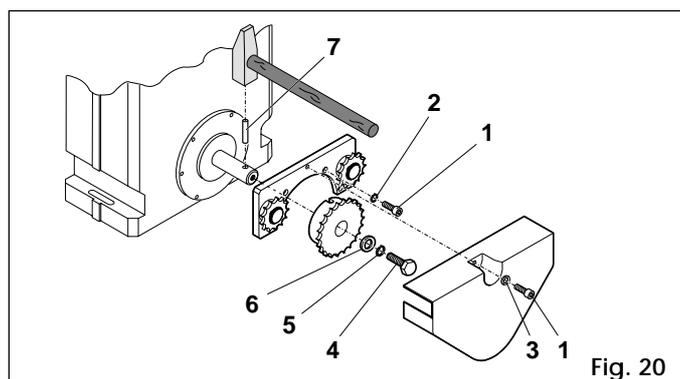
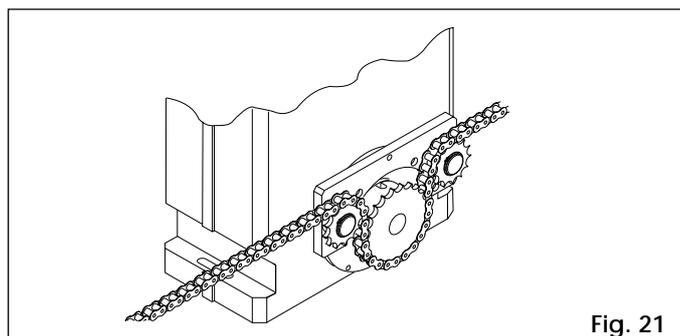

Fig. 20
Fig. 21
4.5.2 MOD.820 EMC RF - 860 MC RF (Fig.20 et 21)
- Fixer sur le flasque du motoréducteur le support des renvois fous en déposant les 4 vis supérieures et en les remplaçant par les vis CHC 5x12 (rep.1) et les rondelles (rep.2) du kit comme indiqué Fig.20.
- Passer la chaîne comme indiqué Fig.21 et monter le carter en le fixant au moyen des vis (rep.1) et ses rondelles (rep.3) comme indiqué Fig.20.